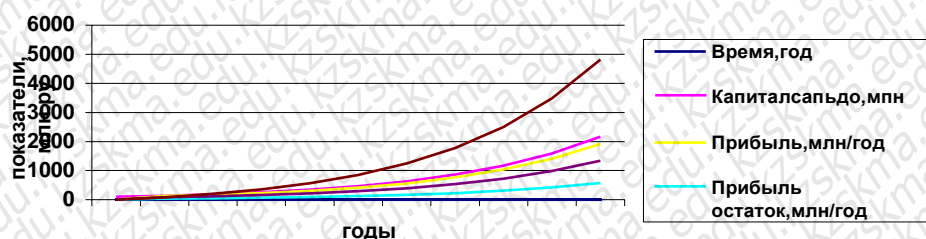

Рисунок 11.2. Поступление средств в бюджет при разных налоговых ставках
- Запускает модель. Программа выводит таблицу (таблица 11.1) изменения показателей во времени и строит графики (рисунок 11.2). Меняет ставку налога.